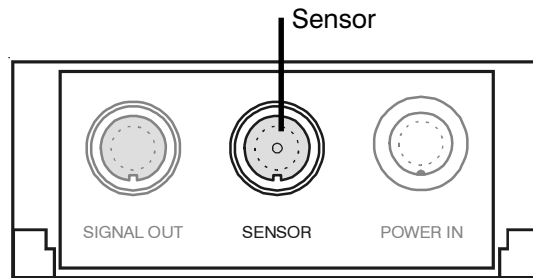

Abb. 4.6: Rückansicht Controller, Steckverbindung Sensor
- Verbindung zwischen Sensor und Controller mit dem Sensorkabel (Typ ECM6) herstellen. Sensorkabel an der Rückseite des Contollers anschließen (siehe Abb. 4.6). Steckverbindungen auf festen Sitz überprüfen.